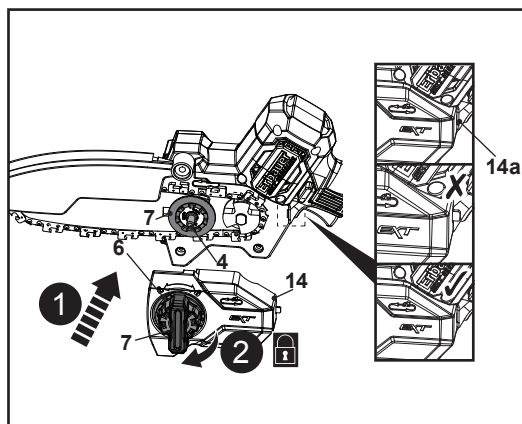

Fig. 6
7. Aligner et placer le couvercle de la scie de jardin (14) sur le boulon de fixation (4), puis serrer légèrement la roue de verrouillage (7) dans le sens des aiguilles d'une montre (Fig. 6, étapes 1, 2). S'assurer que l'ergot (14a) s'engage correctement dans la fente. Ne pas serrer complètement la roue de verrouillage (7), car la tension de la chaîne doit être d'abord réglée.